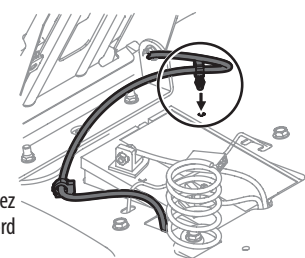

Figure 7
5. Faites enclencher l'attache pour retenir l'excédent de fil à l'aile. Voir Figure 7.